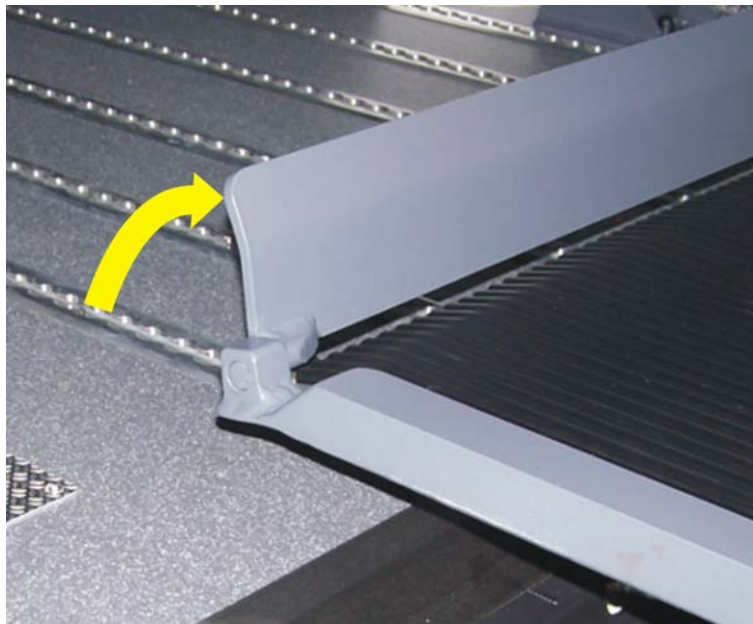

Abbildung 14: Kleine Abrollsicherungsklappe hochklappen
- ⇒ Klappen Sie die kleine Abrollsicherungsklappe hoch, bis sie einrastet (siehe Abbildung 14, Seite 28).